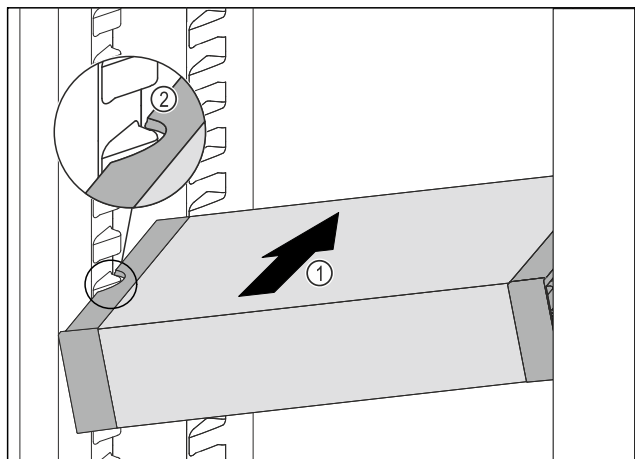

Fig. 133
- Predal VarioSafe potiskajte poševno v hladilnik Fig. 133 (1), dokler stranska izreza Fig. 133 (2) predala VarioSafe nista na višini nastavka za posodo v hladilniku.